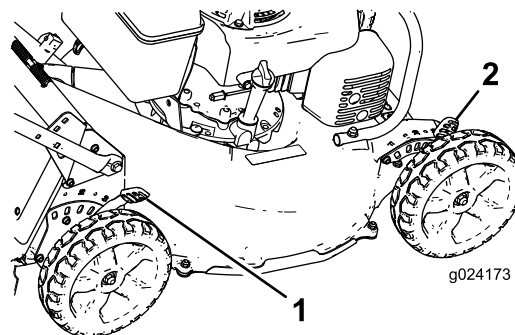

Figure 15
1. Tirez le levier de hauteur de coupe vers la roue (Figure 15) et amenez-le à la position voulue.